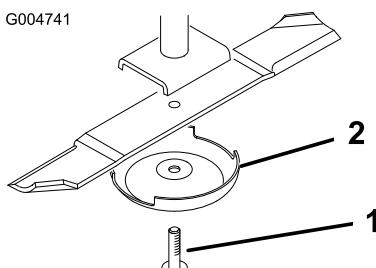

Figura 99
- Sujete el extremo de la cuchilla con un paño o guante bien acolchado y retire el perno de la cuchilla, el protector de césped y la cuchilla del eje de la rueda giratoria (Figura 99).